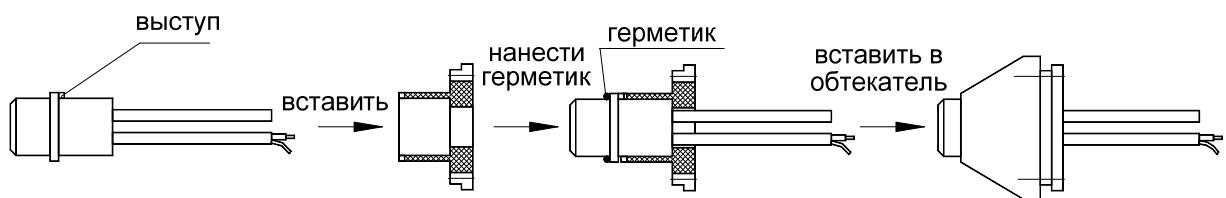

Рисунок 21
- Вставить новую капсулу в фиксатор так, чтобы ее разделительная линия была параллельна длинной стороне обтекателя. Нанести на ободок капсулы силиконовый герметик. Закрыть капсулу обтекателем (рисунок 21).